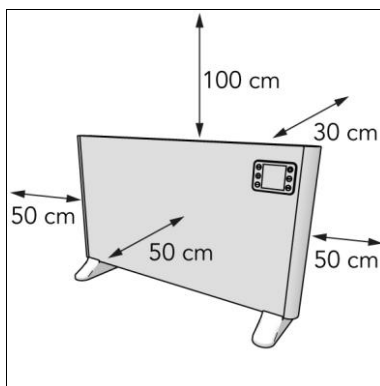

Figure 8
5. Placez l'appareil en respectant une distance de dégagement minimale (Figure 8) de :